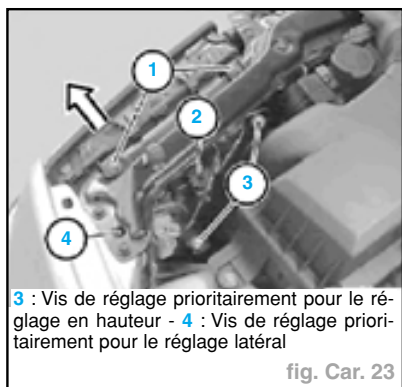

fig. Car. 23
- Déposer les vis (1 et 2) et dégager le projecteur par l'avant (fig. Car. 23).
- Ne serrer les vis (1) qu'à la main et tirer le projecteur à fond vers l'avant. Fermer le capot et ajuster le projecteur. Ouvrir le capot et serrer les vis (1) à fond.
- Procéder au réglage du projecteur à l'aide des vis de réglage (3) (4) (fig. Car. 23).